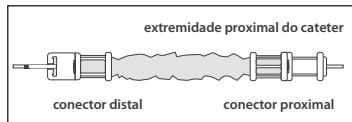

Figura 4
- ⊖ Introduza a ponta do cateter pretendido através da extremidade proximal da proteção contra contaminação do cateter. Faça o cateter avançar através da tubagem e do conector na outra extremidade (ver Figura 4).